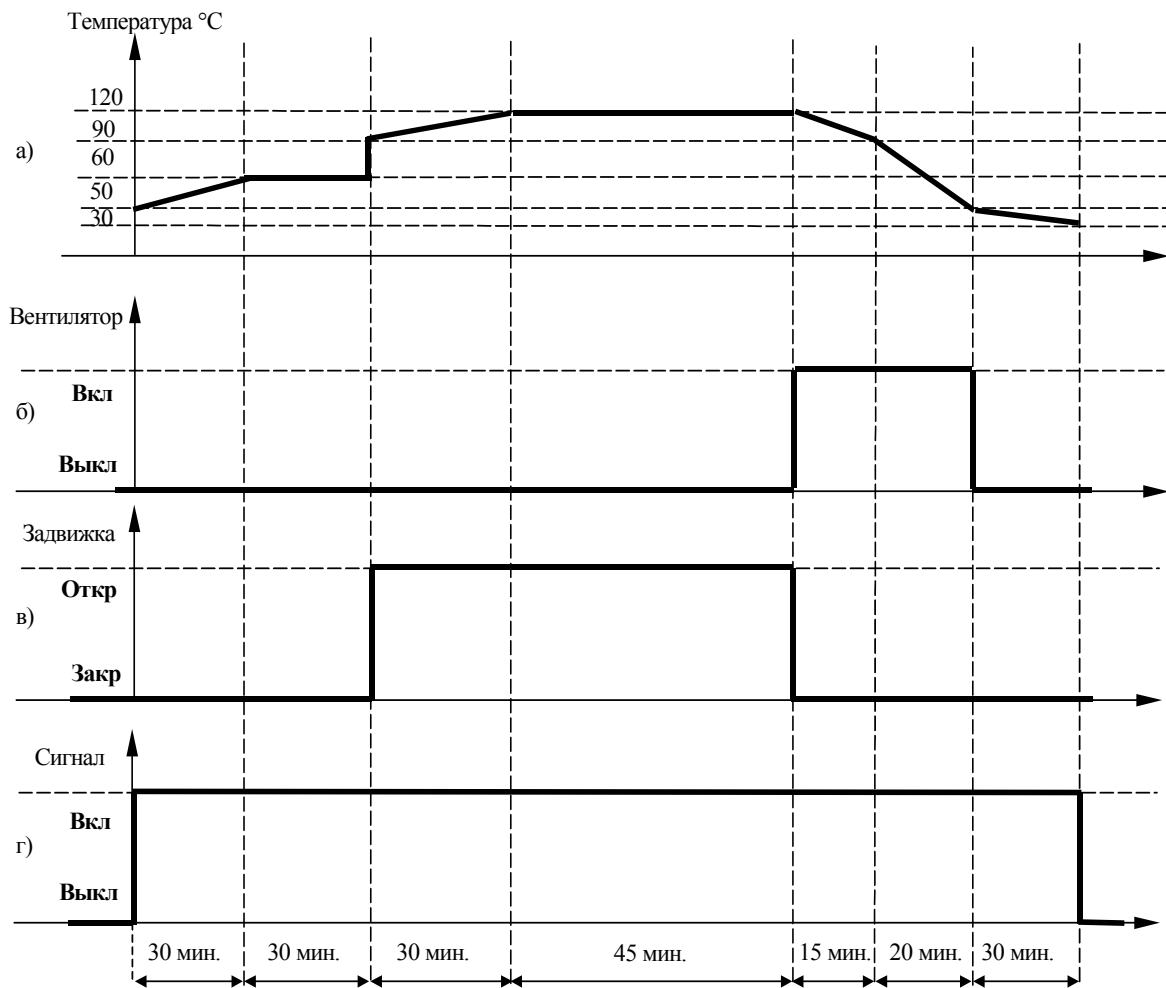

Рис. 6.6
Пусть необходимо управлять температурой в камере в соответствии с графиком, приведенным на рис.6.6.а. При этом начальное значение температуры должно быть установлено равным 50 °С.
- включать и выключать вентилятор в соответствие с рис. 6.6.б;
- открывать и закрывать задвижку в соответствие с рис. 6.6.в;
- включать на время исполнения программы световую сигнализацию, см. рис.6.6.г.
г) Если на первом шаге требуется, чтобы температура увеличивалась со скоростью $V = 1^\circ\text{C} / 3 \text{ мин}$ (т.е как на рис. 6.6.а) от измеренного значения $T_{\text{изм}}$ до 60°C , то параметры первого шага необходимо задавать следующим образом: